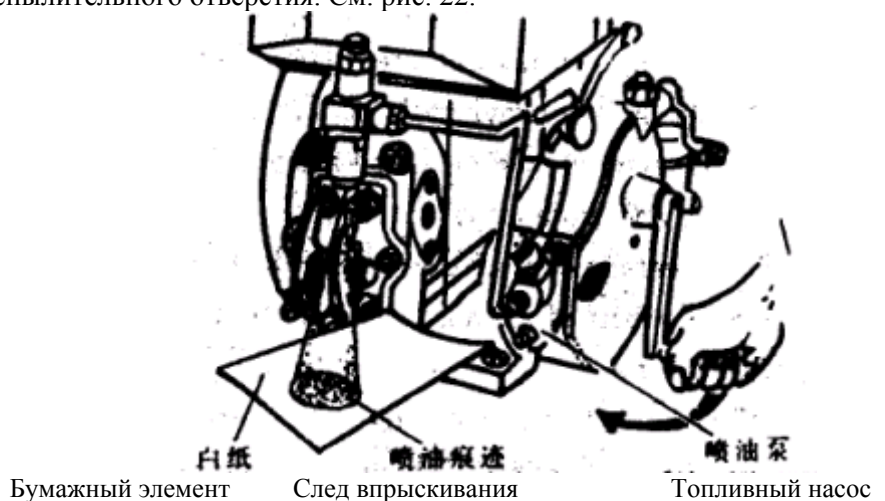

Рис. 22 Проверка распыляющего эффекта топливного насоса
- (4) Извлеките игольчатый клапан, нанесите на его поверхность немного смазочного вещества и снова установите клапан в корпус форсунки, после чего перекройте его на несколько минут. Затем промойте его в чистом дизельном топливе.
- (5) Проверьте эффект распыления. Струя топлива должна поступать в виде равномерно распыленного и мелкодисперсного потока. Топливо не должно прокапывать вокруг распылительного отверстия. См. рис. 22.